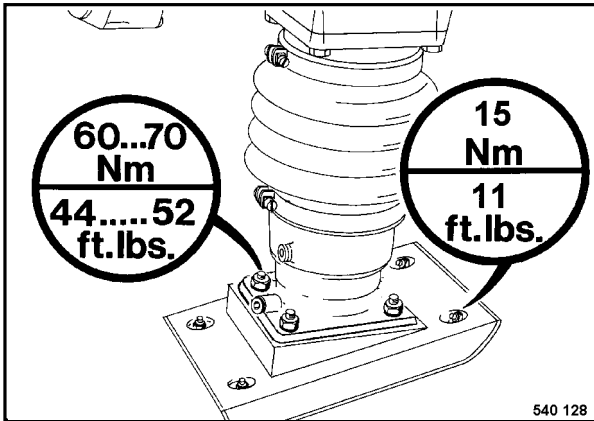

Fig. 1
- Reapretar los tornillos (Fig. 1).